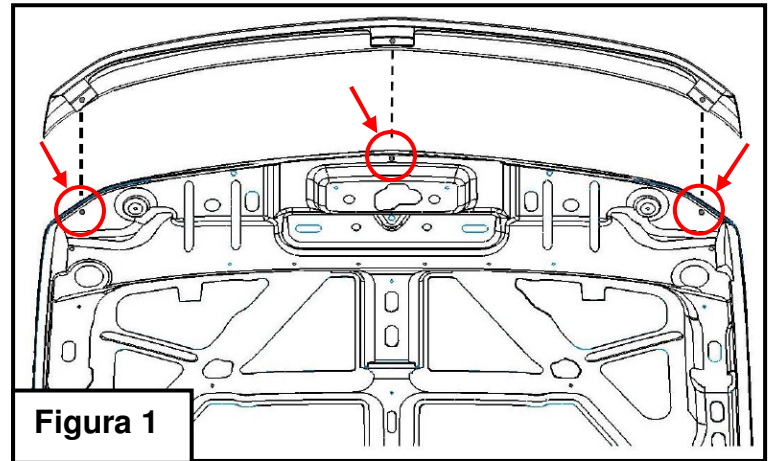

Figura 1
2. Pruebe el ajuste del Deflector de Cofre alineando los orificios de instalación con los orificios correspondientes en la parte inferior del cofre (**Figura 1**).
4. Coloque nuevamente el Deflector de Cofre en el cofre, alineando los remaches de tuerca ciegos con los orificios del cofre (**Figura 1**). Asegure el Deflector de Cofre al vehículo insertando el centro primero y luego los lados. Apriete los tornillos solo lo necesario para mantener el deflector en su lugar.